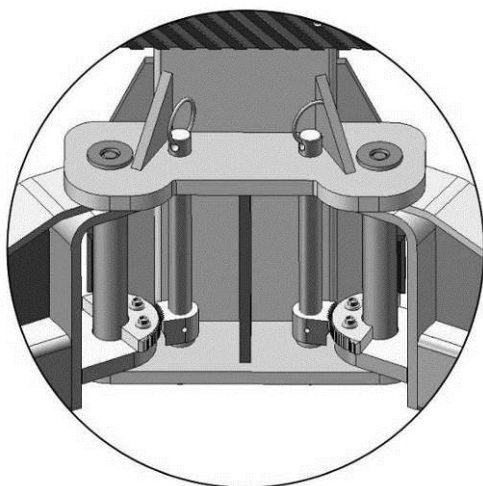

Рис. 35
1. Установите лапы (см. рис. 35).